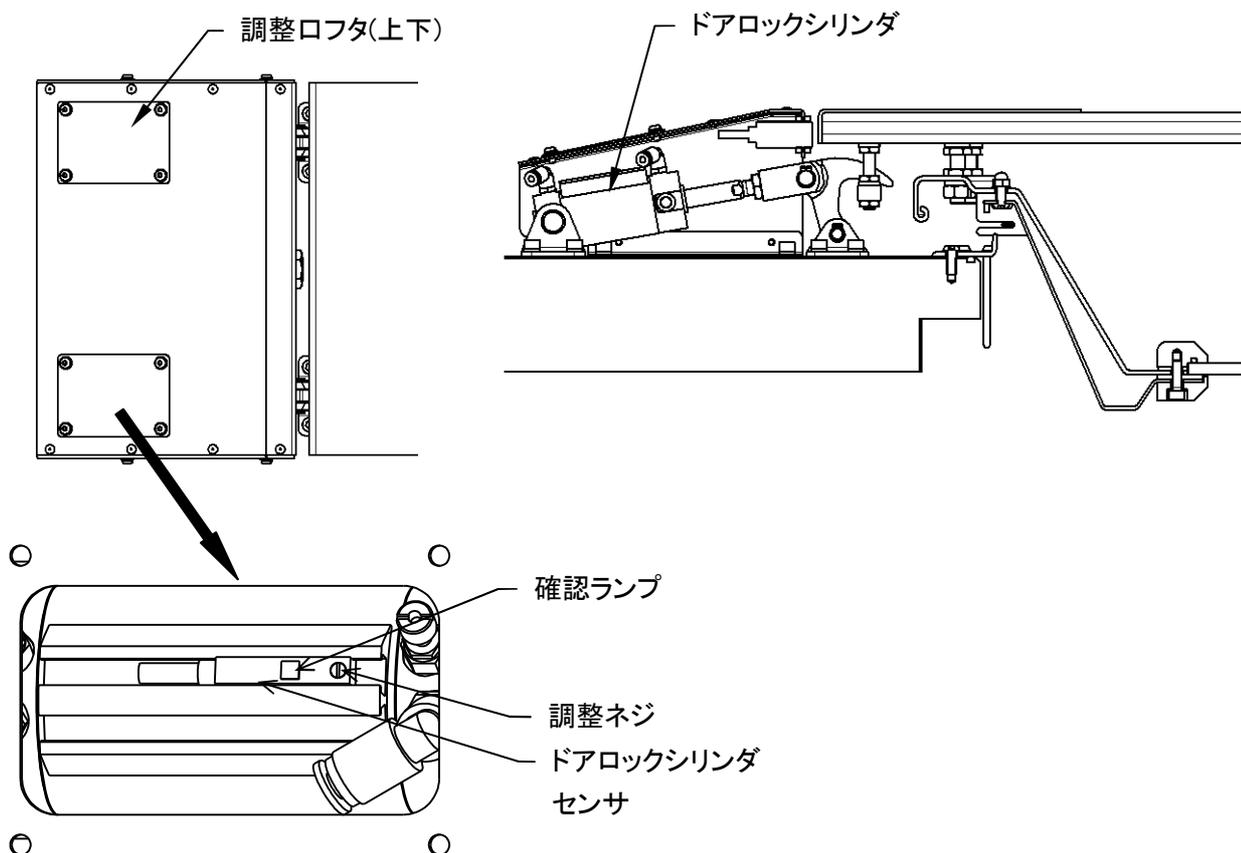

図 8-12
- ・ ドアを完全に閉めた時、ドアロックシリンダが作動し、ドアロックが掛ればドアセンサは正常です。(図 8-12)
8. 3.7 ドアロックシリンダセンサ調整(図 8-12)
2) 調整 (図 8-12)